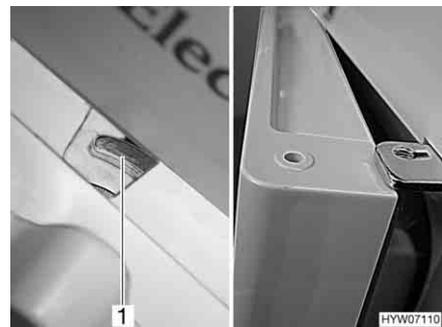

Bild 163 Kühlschranktür/Frosterfachtür in Lüftungsstellung (Dometic 7er-Reihe mit separatem Frosterfach)
- Verriegelung ganz nach rechts schieben. Die Kühlschranktür/Frosterfachtür ist mit Hilfe der Türarretierung (Bild 163,1) fixiert. Die Kühlschranktür/Frosterfachtür bleibt damit leicht geöffnet (Bild 163).